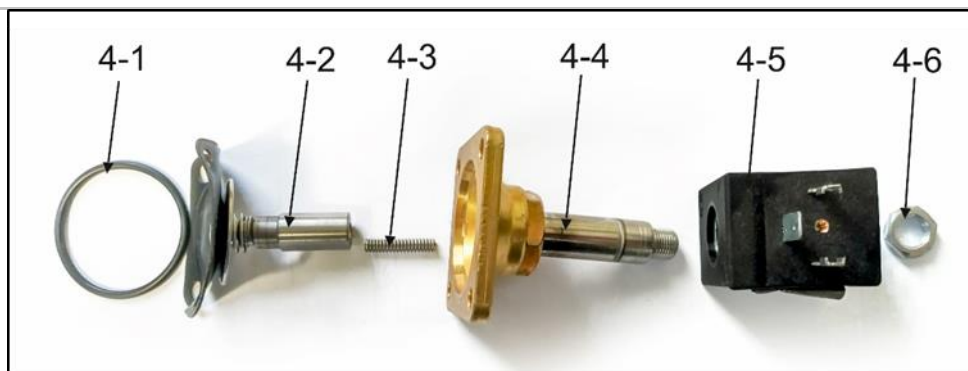

Рис. 32: Сборка электромагнитного клапана
- Отвинтите 1 винт от соединителя клапана (1).
- Отсоедините соединитель клапана (2).
- Отвинтите 4 винта (3).
- Снимите электромагнитный клапан (4).
- Установите электромагнитный клапан (см. Рис. 32).
- Установите новый электромагнитный клапан, используя 4 винта (3), предварительно нанеся на их резьбу резьбовой герметик (например, Loctite 243).
- Снова установите соединитель электромагнитного клапана и завинтите винт (1).